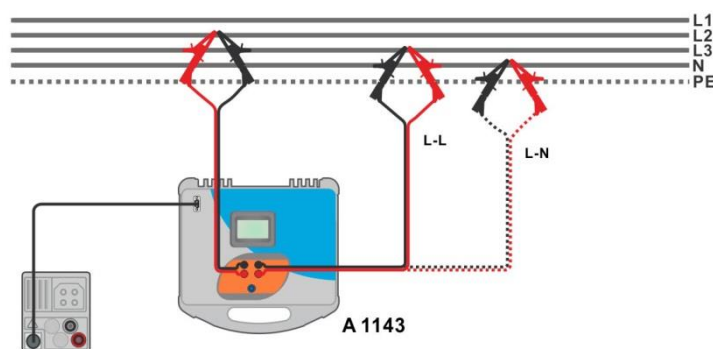

Figura 7.42: Medición de impedancia de línea de alta precisión de fase-fase o fase-neutro – conexión de A 1143
- Conecte las puntas de prueba al objeto a prueba, vea la **Figura 7.42**.